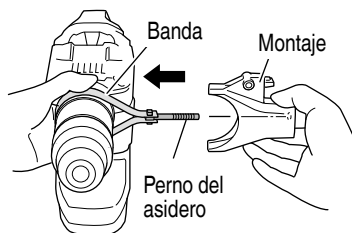

Fig. 13
- (3) Mientras agarra la banda para asegurarse de que el perno del asidero no se suelta, inserte el perno del asidero en el montaje. (Fig. 13)